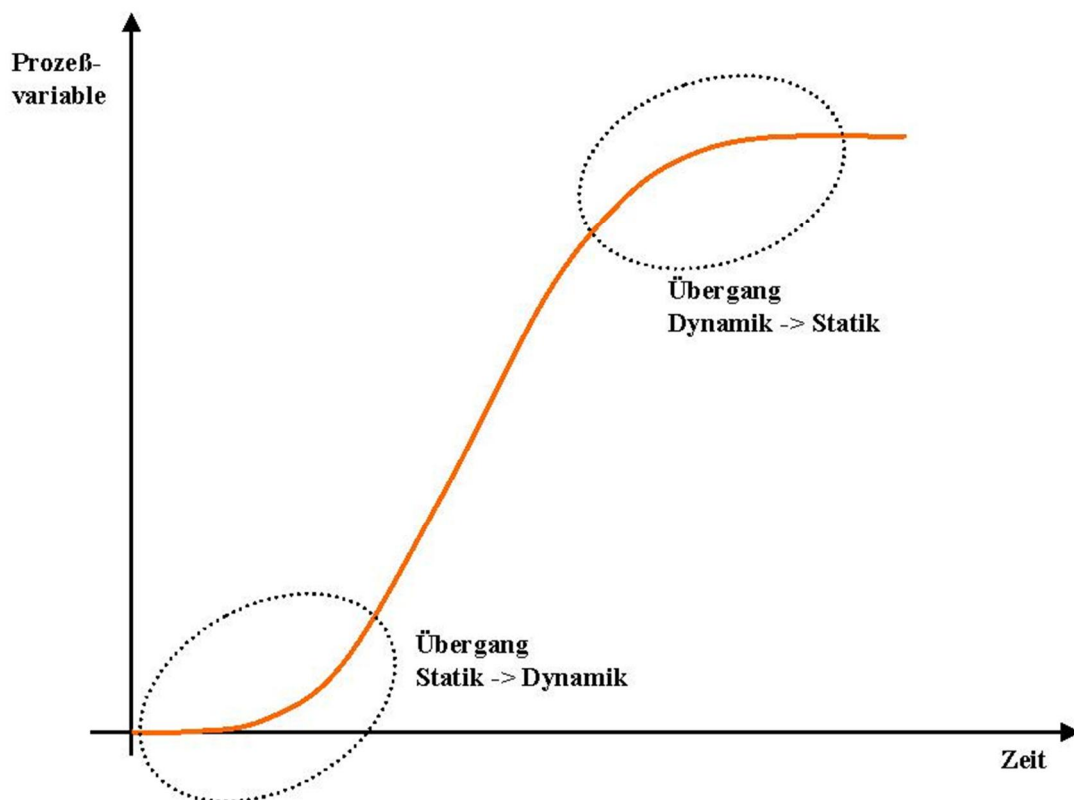

Bild 7.1: Übergangsphasen mit informationstechnisch hohem Gehalt
- Prinzipiell kann die Lernphase zur Ermittlung eines Prozessmodells mit anschließender Optimierung des Zustandsregler zu jedem beliebigen Zeitpunkt gestartet werden. In der ersten Lernphase (d.h. nach der Konfiguration des Reglers oder nach einer Initialisierung) soll aber darauf geachtet werden, dass die Suche nach einem Prozessmodell in einem (annähernd) statischen Arbeitspunkt beginnt und in einem anderen, wiederum (annähernd) statischen Arbeitspunkt endet. Der Grund hierfür ist, dass beim Übergang aus einer statischen in eine dynamische Phase und beim Übergang aus einer dynamischen in eine statische Phase die jeweils „beste Prozessinformation“ in das Prozessmodell transferiert werden kann (siehe Bild 7.1). Diese Vorgehensweise macht sich später, im geschlossenen Regelkreis in einer sehr guten Regelgüte bemerkbar. Eine Nachoptimierung (aufbauend auf einem bereits existierenden Prozessmodell) kann jedoch auch während eines dynamischen Übergangs gestartet werden.